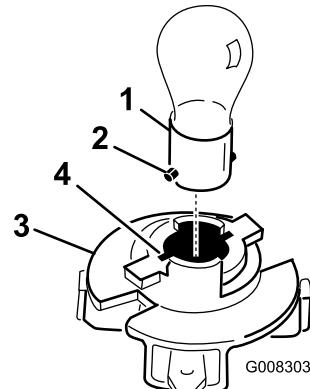

Figura 32
8. Empuje y gire la lámpara en el sentido contrario a las agujas del reloj hasta que haga tope (aprox. 1/4 de giro) y retírela del portalámparas (Figura 32).
1. Alinee los topes de la base de la lámpara con las ranuras del portalámparas e inserte la base en el portalámparas (Figura 32).
3. Alinee las pestañas del portalámparas (Figura 32) con las ranuras del reflector.